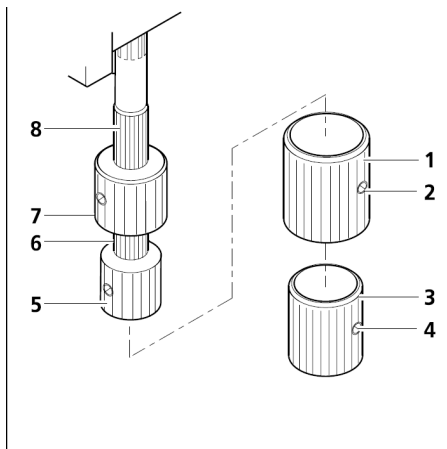

图 3-13 调整工效学驱动
- 松开下面的附加套筒（图 3-13/3}上的两个加紧螺丝（图 3-13/4），将其向外拉，将其取下。然后松开上面的附加套筒（图 3-13/1）上的两个加紧螺丝（图 3-13/2），将他们向外拉，将其取下。
(5) 调节两个人体工程学调整旋钮的摩擦系数（操作的光滑性）。
- 向下移动 X 调整旋钮（图 3-13/5），向上移动 Y 调整旋钮（图 3-13/7）。
- 握住 X 调整旋钮（图 3-13/5），向右（增加平滑性）或向左（减少平滑性）转动其上方的浅颜色的圆形旋环（图 3-13/6），直到您达到自己希望的程度。
- 握住 Y 调整旋钮（图 3-13/7），向右（增加平滑性）或向左（减少平滑性）转动其上方的浅颜色的圆形旋环（图 3-13/8），直到您达到自己希望的程度。